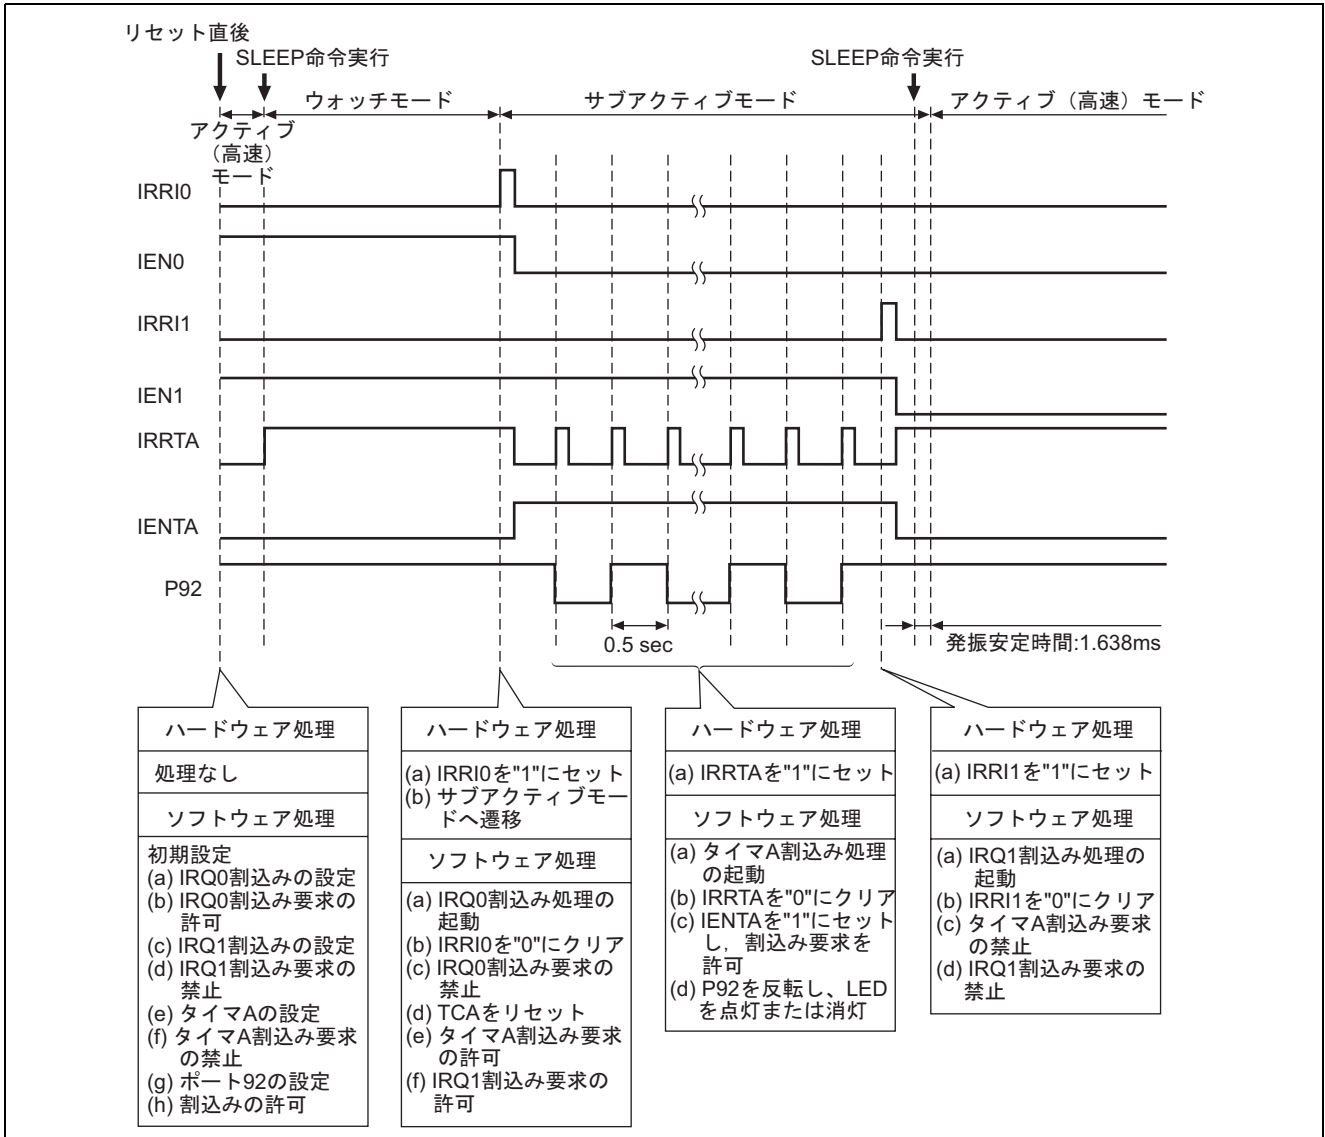

図3 サブアクティブモードへの遷移の動作説明
(1) 図3に動作説明を示します。図3に示すようなハードウェア処理, およびソフトウェア処理によりサブアクティブモードへの遷移を行ないます。